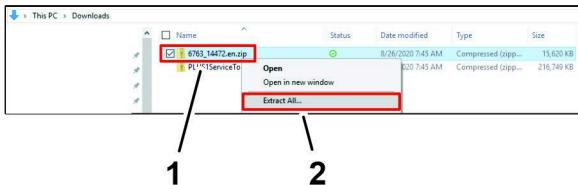

Figura 34
1. Abra a Pasta de Downloads do seu computador portátil, clique, com o botão direito, na ligação 6763_14472.en.zip, e clique em Extrair todos... no menu de lista suspensa (Figura 34).